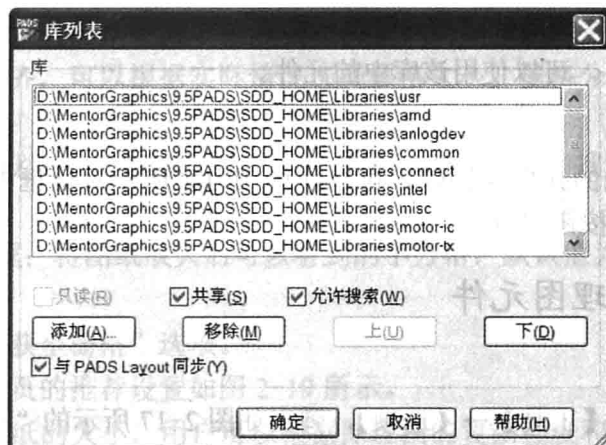

图 2-14 “库列表”对话框
(2) 单击【管理库列表】按钮,弹出如图 2-14 所示的“库列表”对话框。
如果想将已经添加的元件库删除，可以在图 2-14 所示对话框中选中要删除的元件库名，然后单击【移除】按钮即可。